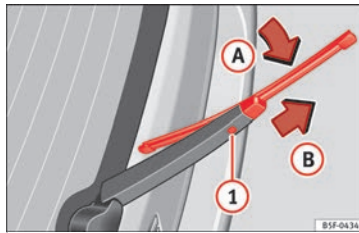

Bild 63 Byta bakrutans torkarblad
- Lyft vindrutans torkarm och fäll ut den i en vinkel på ca 60° » **bild 63**.
- Håll in frigöringsknappen **①**.
- Fäll torkarbladet mot vindrutans torkarm » **bild 63** (pil **A**) medan du drar den i pilens riktning **B**. Det kan kräva lite kraft.